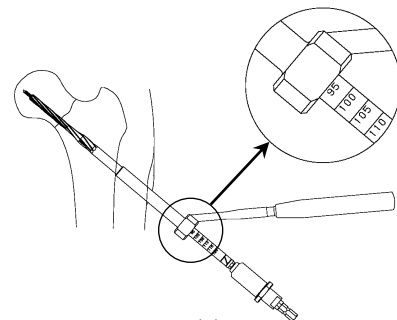

図 2
- 2) リーマースリーブからガイドピンスリーブを取り外し，後端にパワーピンアダプタを接続した TL2S ステップリーマーにてガイドピンが骨頭を貫通しないようイメージインテンシファイヤー（X 線透視）で確認しながら，骨頭軟骨下骨直下約 10mm 手前までリーミングします。（図 2）